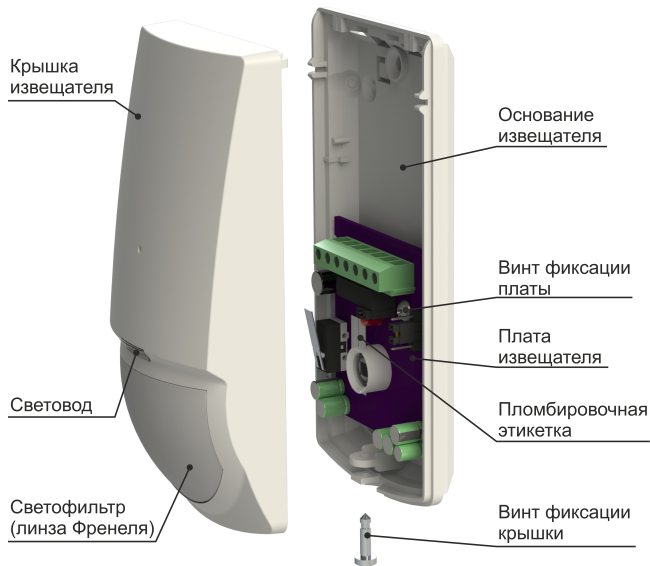

Рисунок 1
**Пластмассовый корпус** (см. Рисунок 1) выполнен из ударопрочного пластика. Корпус снабжён отрывающейся передней крышкой, которая фиксируется в закрытом положении винтом в нижней части корпуса. В основании корпуса имеются элементы, заглушенные в начальном состоянии, позволяющие в дальнейшем осуществлять крепление извещателя и ввод/вывод соединительных кабелей. Для установки печатной платы в основании корпуса имеются выступы и крепёжная стойка. На передней крышке установлен световод, позволяющий отображать состояние светодиода индикации. Также на передней крышке закреплён светофильтр (линза Френеля, далее – линза). Линза в извещателе ИНС-101 имеет сферическую диаграмму направленности, а в ИНС-101 Штора – узконаправленную.